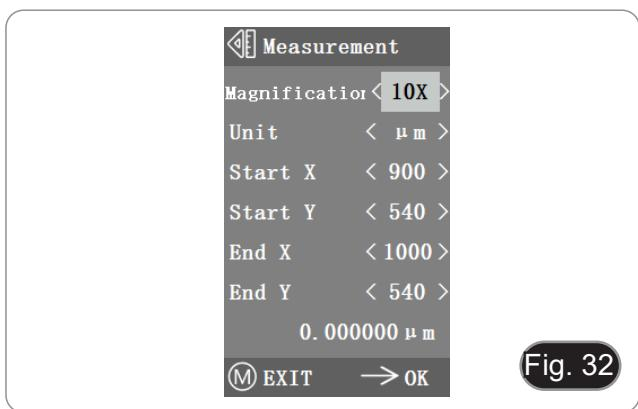

Fig. 32
- 3. Mover o ponto inicial e final das posições X e Y premindo \leftarrow e \rightarrow : a duração da medição é exibida em tempo real. (Fig. 32)